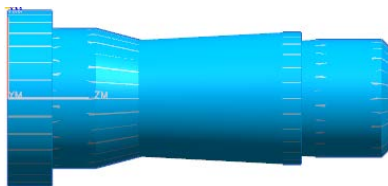

图 7.2.24 3D 仿真结果
Step2. 在“刀轨可视化”对话框中单击 3D 动态 选项卡,采用系统默认参数设置,调整动画速度后单击“播放”按钮,即可观察到 3D 动态仿真加工,加工后结果如图 7.2.24 所示。